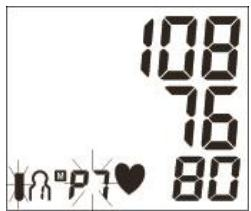

Figura 7-5
- e) Pressione de novo o botão “**MEM**” para ver o valor médio de todos os resultados medidos entre as 18 horas e 20 horas dos últimos 7 dias (Figura 7-5). Caso não haja resultados memorizados nesse período o visor exibe “0” (Figura 7-6).